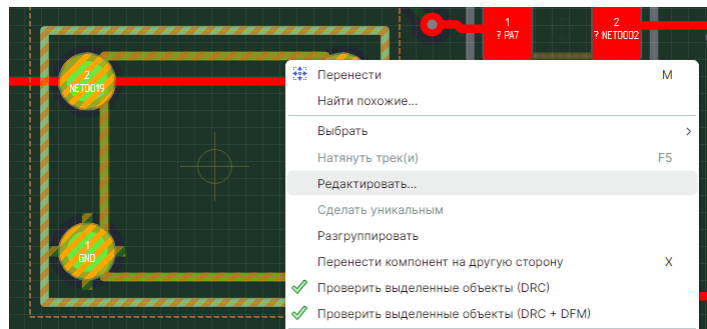

Рис. 158 Изменение посадочного места на плате
2. Вызовите контекстное меню и выберите пункт «Редактировать», см. Рис. 158.